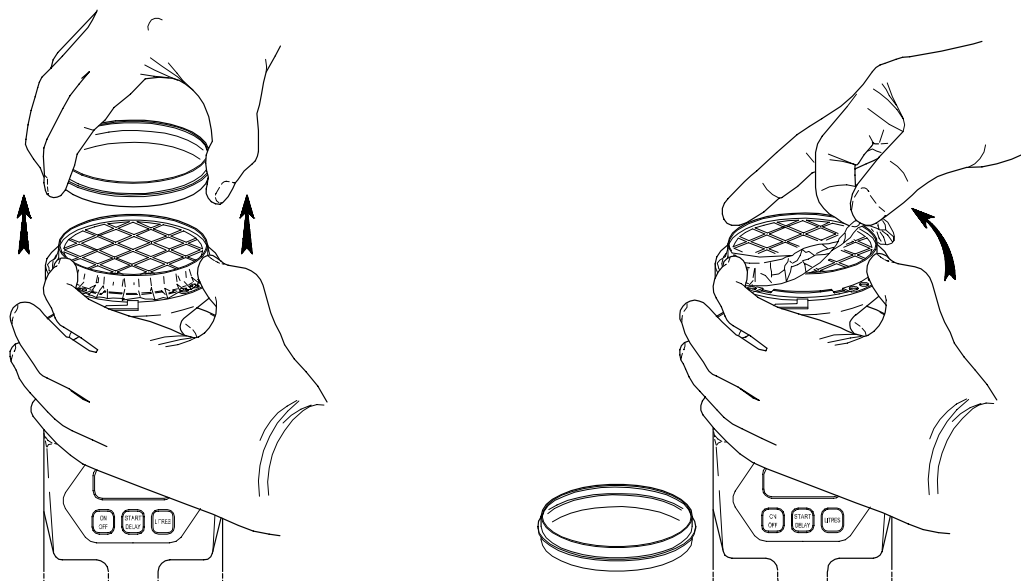

Fig. 3
4. Asegure el cassette en su posición ejerciendo una presión fuerte en sus aletas. Retire la tapa y colóquela en el banco de trabajo con la cara interna mirando hacia abajo. Despegue el film inerte de la superficie del medio de cultivo de agar (Fig. 3).